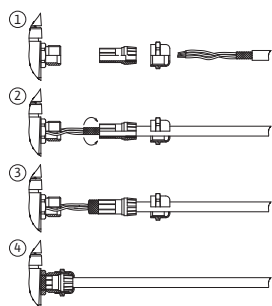

Fig. 25: Grampo de blindagem
A blindagem é ligada na passagem de cabos do módulo eletrónico. Ver Fig. 25.
Os cabos das entradas digitais, entradas analógicas e da comunicação bus devem ser blindados através do prensa-fios metálico da passagem de cabos (Fig. 19, pos. 4, 5 e 6). Blindagem, ver Fig. 25.
1. Abrir cuidadosamente os ganchos de encaixe (Fig. 25) com uma ferramenta (por exemplo, uma chave de fendas).